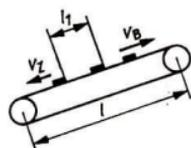

Bild 65
2.3 Zur Orientierung diene die Skizze (Bild 65). Die Geschwindigkeit, mit der sich die Ziegelsteine nach oben bewegen, ist $v = v_B - v_Z$. Die Zahl der transportierten Ziegel erhalten wir nach Bild 65: